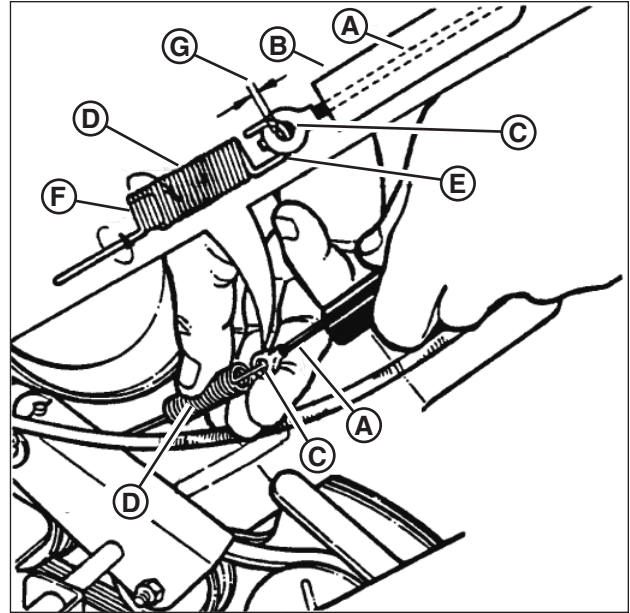

Figure 22: Réglages de la commande d'entraînement de roue
1. La commande d'entraînement de roue est bien réglée lorsqu'un dégagement de 1/16 po (1,58 mm) à 1/8 po (3,18 mm) (G, Figure 22) existe (entre l'intérieur du crochet à ressort (E) et l'intérieur de l'œil du câble d'embranchage (C) avec la commande d'entraînement de roue relâchée.